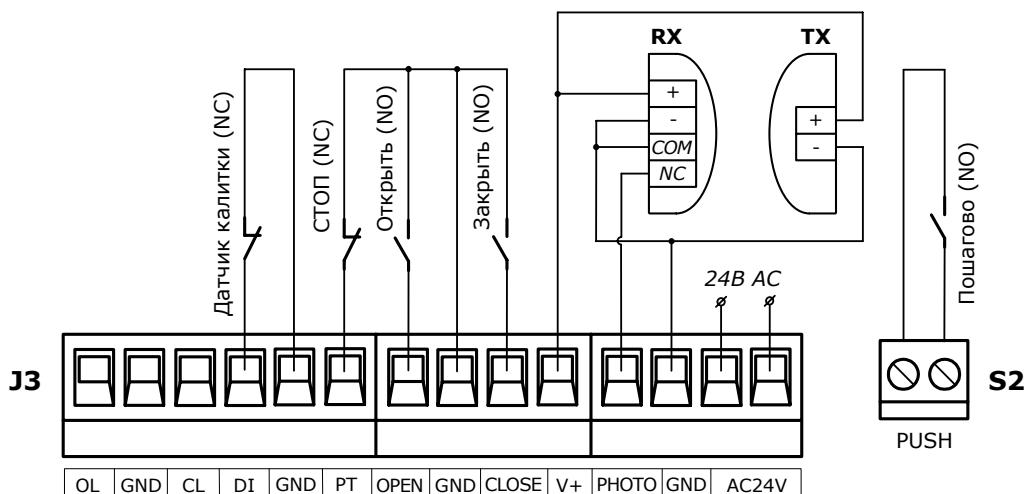

Рис. 8. Электрические подключения дополнительных устройств к блоку управления
Для управления открытием и закрытием ворот к модулю управления подключаются устройства с «нормально-открытым контактом» (Рис. 8): кнопки, выключатели и т.п. Управление от устройств подключенных к клеммам «OPEN» и «GND» осуществляется в последовательности «Открыть - Стоп - Открыть - Стоп...». Управление от устройств подключенных к клеммам «CLOSE» и «GND» осуществляется в последовательности «Закрыть - Стоп - Закрыть - Стоп...». Если для управления открытием или закрытием установлено несколько устройств, то они должны быть подключены параллельно.
Для немедленной остановки ворот при открытии или при открытии и закрытии к блоку управления привода могут быть подключены устройства с «нормально-закрытым контактом» (Рис. 8): датчик калитки и т.п. Подключение устройств безопасности при открытии и закрытии необходимо производить к клеммам «PT» и «GND». Подключение устройств безопасности при открытии необходимо производить к клеммам «DI» и «GND». Если в приводе установлено несколько устройств для немедленной остановки ворот, то они должны быть подключены последовательно.
К электронному модулю привода могут подключаться другие устройства, отличные от вышеуказанных, например, универсальный приемник радиоуправления и др. Данные устройства могут быть подключены к клеммам «AC24V» (Рис. 8), номинальное напряжение на которых 24В переменного тока. Максимальное значение тока для всех подключенных к клеммам «AC24V» устройств не должно превышать 200mA.
Ручной режим работы <p>При включенном DIP-2 (ON) закрытие ворот осуществляется только при нажатии и удержании устройств управления. Команды от пультов радиоуправления и устройств, подключенных к разъему «PUSH» (Рис. 8), игнорируются.</p> <p>Заводская настройка DIP-2 - OFF.</p>	 ON OFF